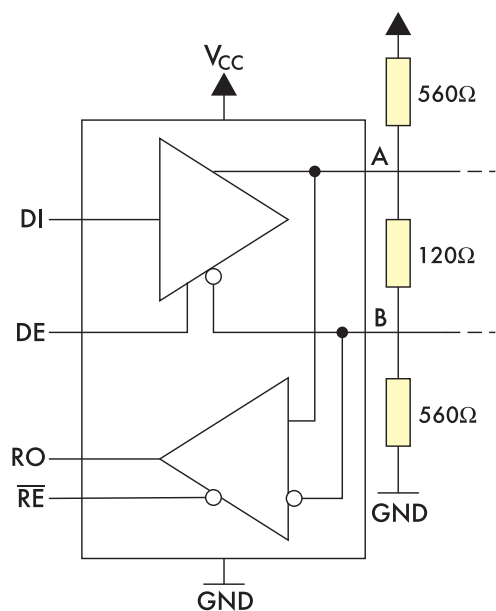

Рис. 1
При напряжениях на входах приемников RS-485 в диапазоне от -200 до +200 мВ выходное состояние остается неопределенным. Иными словами, если дифференциальное напряжение на стороне RS-485 в полудуплексной конфигурации равно 0 В и ни один из приемопередатчиков не ведет линию (или соединение разорвано), тогда логическая единица и логический ноль на выходе равновероятны. Для обеспечения определенного состояния на выходе в таких условиях большинство современных приемопередатчиков RS-485 требуют установки резисторов защитного смещения: резистор задания начального высокого уровня (pullup) на одну линию (A) и низкого уровня (pulldown) на другую (B), как это показано на рис. 1. Исторически резисторы защитного смещения в большинстве схем указывались с номиналом 560 Ом, однако для снижения энергопотерь (когда согласование производится только на одном конце линии связи) это значение можно увеличить приблизительно до 1,1 кОм. Некоторые разработчики устанавливают на обоих концах резисторы с номиналами от 1,1 до 2,2 кОм. Здесь приходится искать компромисс между помехоустойчивостью и энергопотреблением.